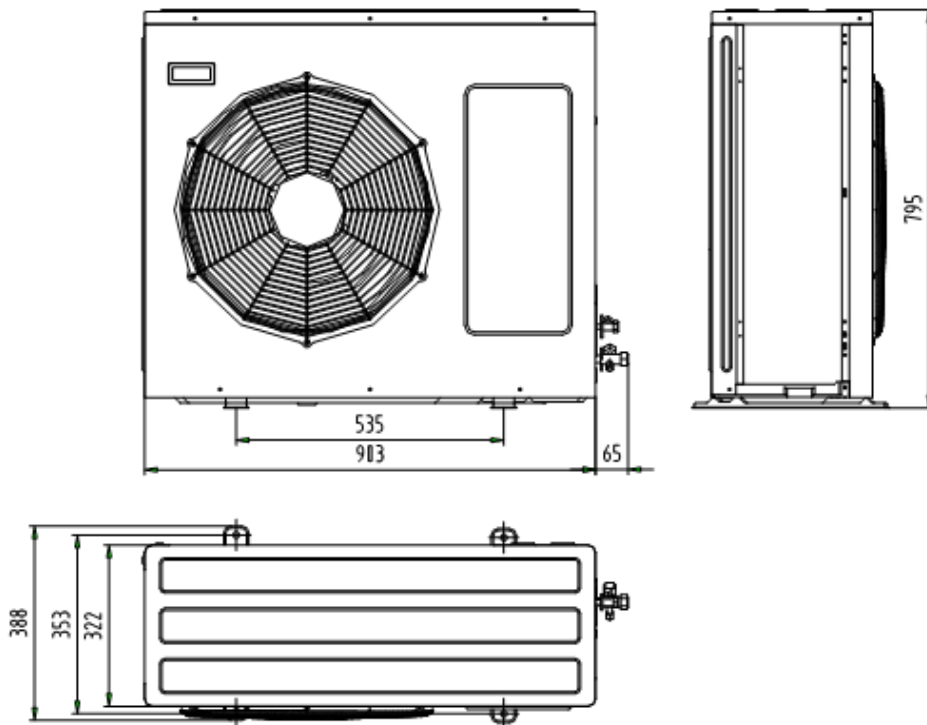

Рис.1.5
- Модели IMS-EM080NH(7), IMS-EM100NH(7) (рис.1.5)